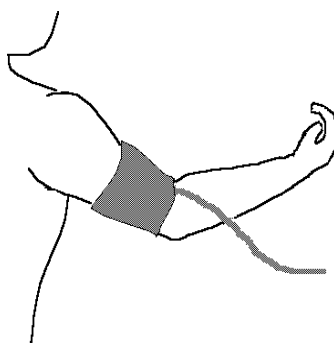

Figure 6.6
compression ou restriction des tubes de force. Après avoir enveloppé le brassard, son extrémité inférieure doit être environ 1 à 2 cm plus haute que l'articulation du coude. Il vaut mieux pour l'étanchéité qu'il puisse être inséré pour un ou deux doigts. S'il est trop lâche, cela peut entraîner une pression élevée. S'il est trop serré cela peut entraîner une dépression et rendre le patient mal à l'aise. La reprise de la pression artérielle du bras peut également être affectée dans ce cas. Le tuyau d'air du brassard doit être placé sur l'artère brachiale et sur le prolongement du majeur (voir figure 6.6).
- Un brassard différent devrait être choisi pour les adultes, les enfants et les nouveau-nés. Éliminez les restes d'air dans le brassard avant la mesure. Placez le signe (Φ) sur le brassard à l'endroit où le pouls de l'artère brachiale est le plus intense. Il vaut mieux pour l'étanchéité qu'il puisse être inséré pour un doigt. L'extrémité inférieure du brassard doit être à 2 cm plus haute que l'articulation du coude. (pour plus de détails, veuillez vous référer à la Figure 6.6)